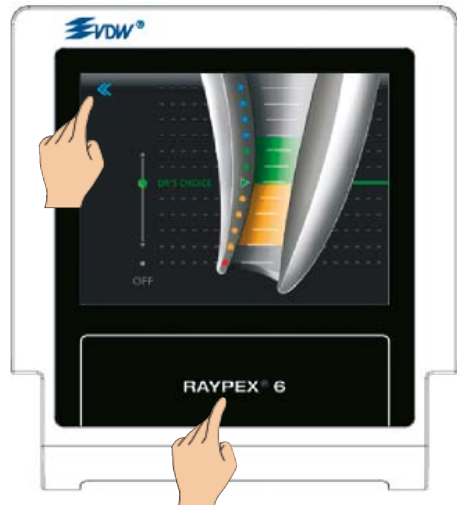

Fig. 26 Sair da função DR'S CHOICE
- Para sair da função DR'S CHOICE toque sobre a flecha de retrocesso, ou sobre o campo "Home" do RAYPEX® 6 (Fig. 26)